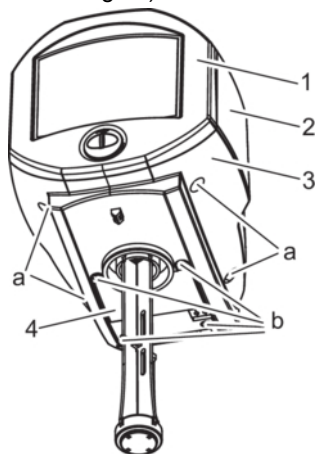

Abb. 10: Gehäuseteile
1. Die vier Befestigungsschrauben (a) der Abdeckhaube von unten lösen (siehe Abbildung 10); die Schrauben verbleiben im Pumpenträger. Das Frontteil (1) der Verkleidung leicht nach vorne kippen und die Abdeckhaube (2) abnehmen.
2. Die vier Befestigungsschrauben (b) des Rückteils (4) lösen (siehe Abbildung 10). Das Rückteil abnehmen.